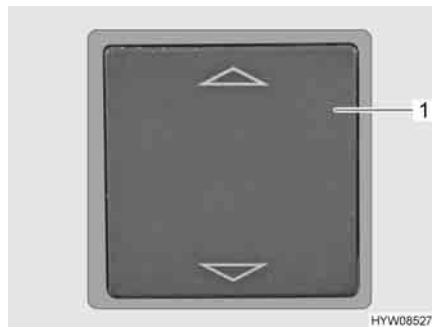

Fig. 9 Interruttore a bilico per il ripostiglio con comando elettrico di regolazione altezza
- Premere la metà superiore dell'interruttore a bilico (Fig. 9,1) nell'area del piano di lavoro.
- Premere la metà inferiore dell'interruttore a bilico (Fig. 9,1) nell'area del piano di lavoro.